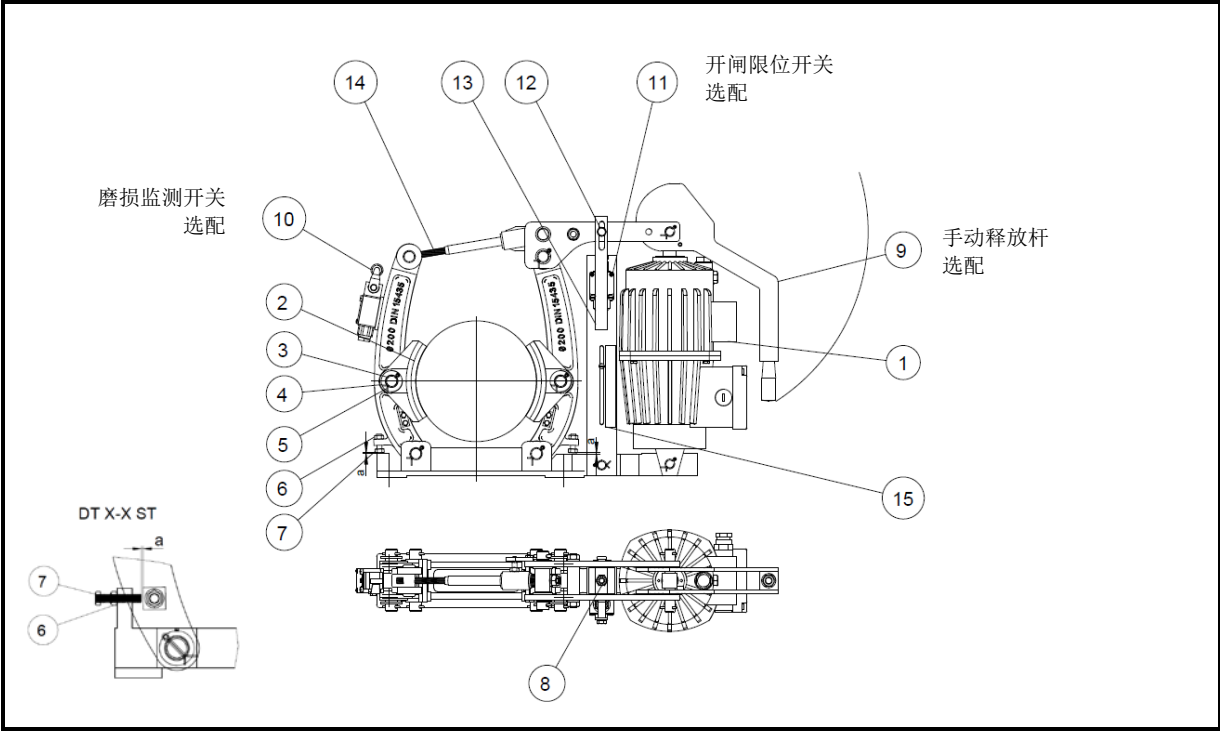

图 2.1
在制动器安装以及制动闸瓦（衬垫）磨损后，需要对制动闸瓦（衬垫）间隙进行调整，详见图 2.1。
针对 FEM 类型制动器的手动磨损调整，它通过制动拉杆（第 14 项）和 2 个调整螺栓（第 7 项）来实现，见图 2.1 所示。
针对 FEA 类型制动器的自动磨损调整，只需要通过两个调整螺栓（第 7 项）来实现，见图 2.1 所示。
- 观察制动闸瓦（衬垫）与制动轮的间隙，如发现两侧不均等，通过调整螺栓（第 7 项），将两侧间隙均调整为 1.5mm，如图 2.1 所示。一旦调整完毕，用锁紧螺母（第 6 项）将调整螺栓（第 7 项）锁紧。